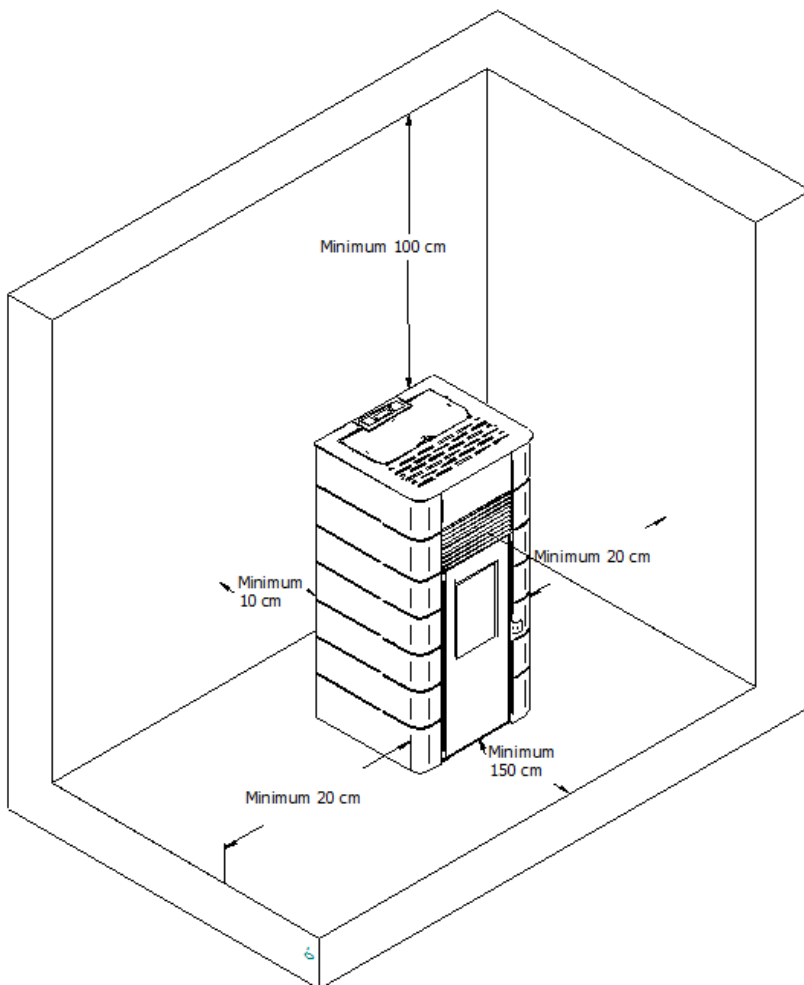

Figura 7 - Distância mínima de todas as superfícies Urban 8 kW, Urban 10 kW e Urban 12 kW
- As distâncias mínimas entre a salamandra a *pellets* e as superfícies particularmente inflamáveis são mostradas na Figura 7.